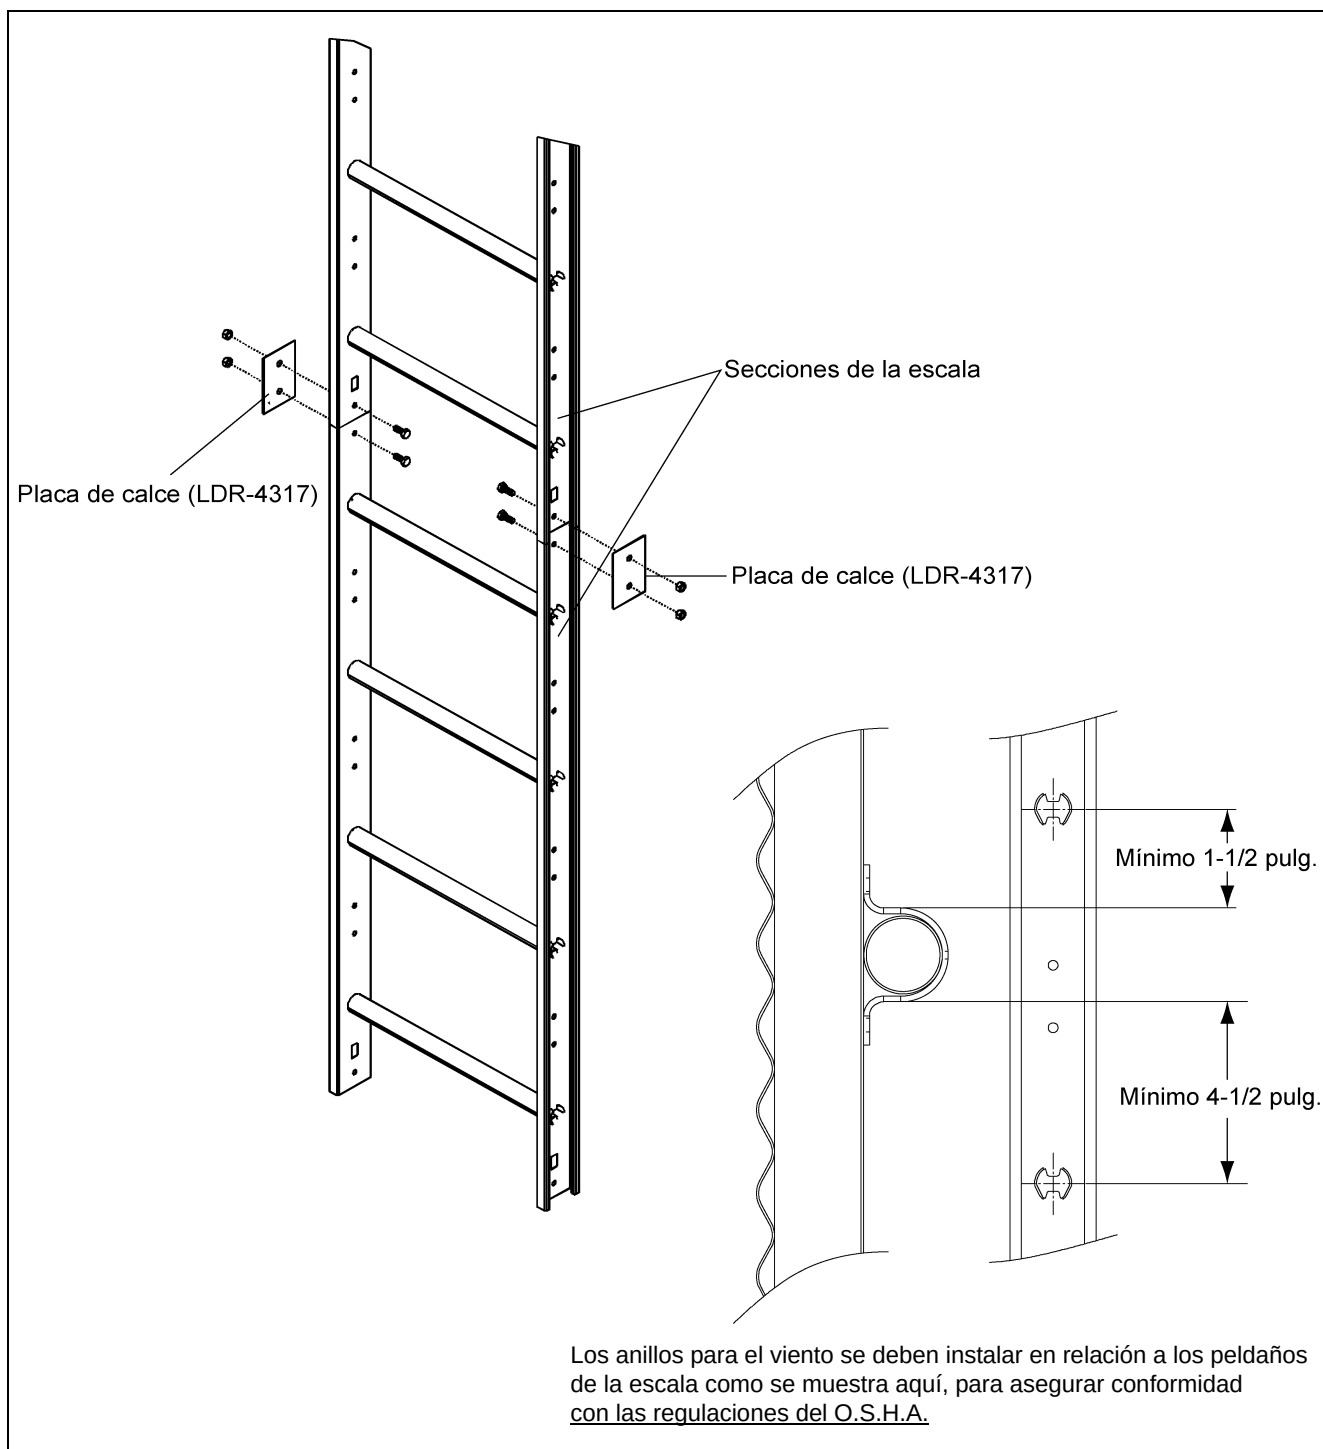
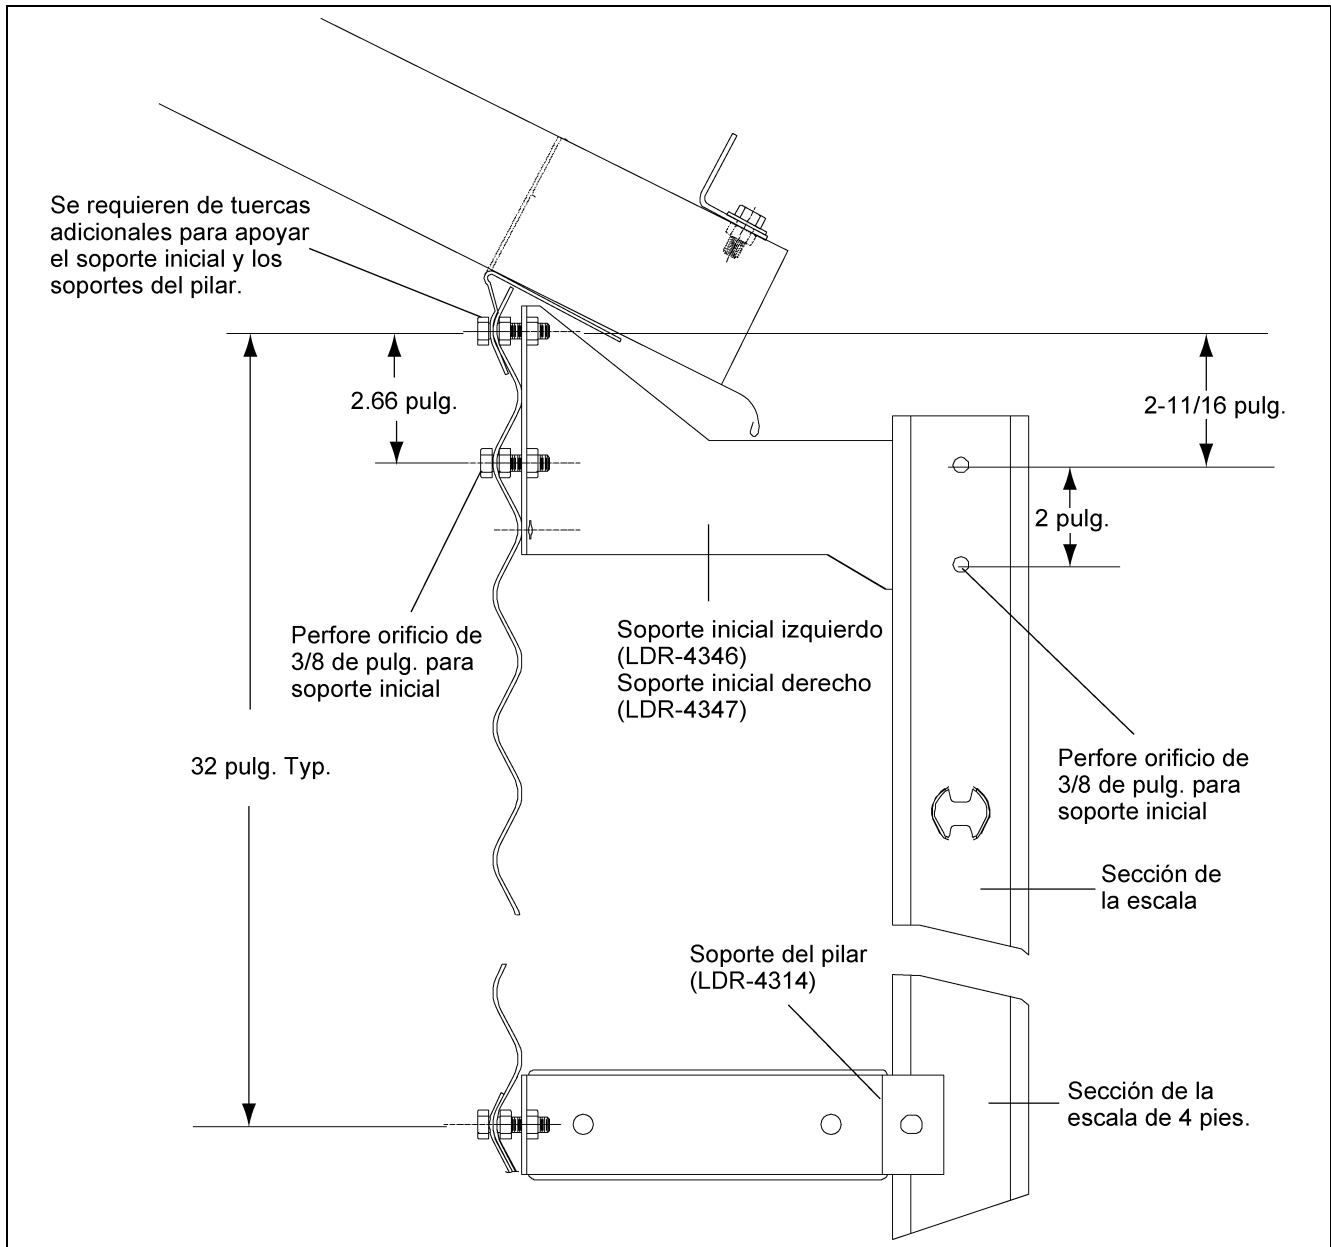

Figura 4B
Figura 5C
Se requieren dos (2) placas de calce (LDR-4317) para unir cada sección de la escala. La cabeza del perno debería estar ubicada en la parte interior de la escala que tiene la placa de calce en la parte exterior como lo muestra la Figura 4B. Utilice pernos de 5/16 de pulg. x 1 de pulg. en todas las conexiones.
Una vez que los dos (2) orificios de 3/8 pulg. se hayan perforado en el campo, una los soportes iniciales a la pared lateral como se muestra en la Figura 5C. Verifique la sección superior de la escala para cerciorarse de que los hoyuelos del peldaño de la escala estén a la tapa. Vea Figura 4B en la Página 14 para la instalación adecuada de las secciones de las escalas adicionales que se requieran. Los soportes del pilar se deben instalar en las secciones de la escala y se deben unir a la pared lateral en cada junta horizontal (horizontal seam) y se deben repetir cada 32 pulgadas. Utilice pernos para silo de 5/16 pulg. x 1 pulg. para todas las conexiones. Es necesario, también, perforar en el campo un orificio de 3/8 de pulg. en la sección de la escala para cada soporte inicial (derecho e izquierdo).